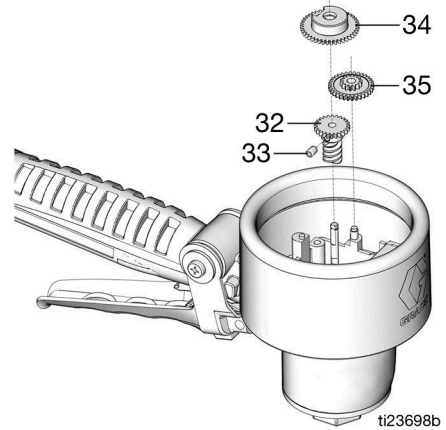

FIG. 21
2. Installer les roues dentées (32, 34, 35) comme montré sur la FIG. 21. Avec une clé hexagonale de 2 mm, visser et serrer la vis sans tête des roues dentées (33).